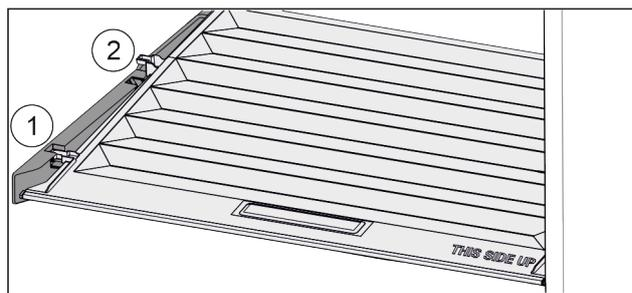

Fig. 97
- ▶ Deslice la tapa hacia delante hasta la abertura de las piezas de sujeción Fig. 97 (1).
- ▶ Levántela por detrás desde abajo y retírela tirando hacia arriba Fig. 97 (2).